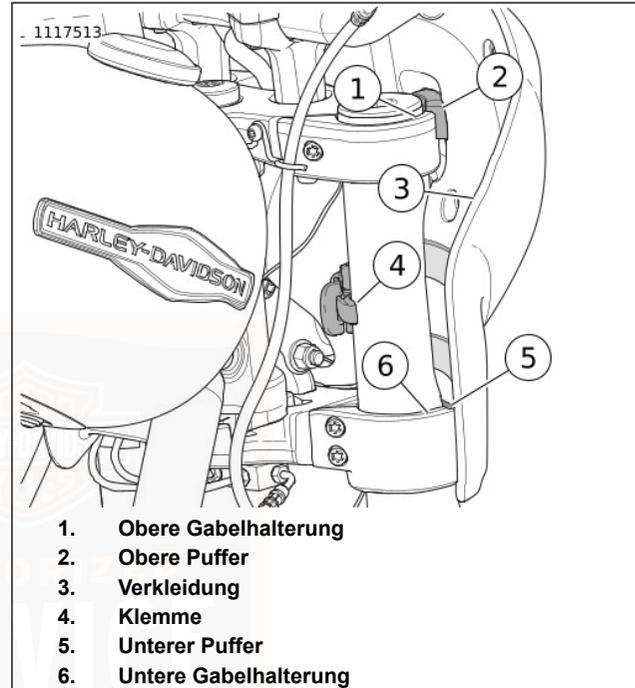

Abbildung 53. Eingebaute Verkleidung
1. Siehe Abbildung 53. Die Verkleidung abbauen.
- b. Schellen (4) öffnen.
- c. Schutzblech spreizen. Die Verkleidung (3) über den Scheinwerfer nach oben heben.
- c. Vorderes Schutzblech spreizen. Verkleidung über dem Scheinwerfer platzieren und an den Vorderradgabeln (5) anbringen.
- d. Siehe Abbildung 53. Einbaustellung oberen Puffer (2) an oberer Gabelhalterung (1).
- e. Sicherstellen Sie, dass die unteren Puffer (5) an der unteren Gabelhalterung (6) sitzt.